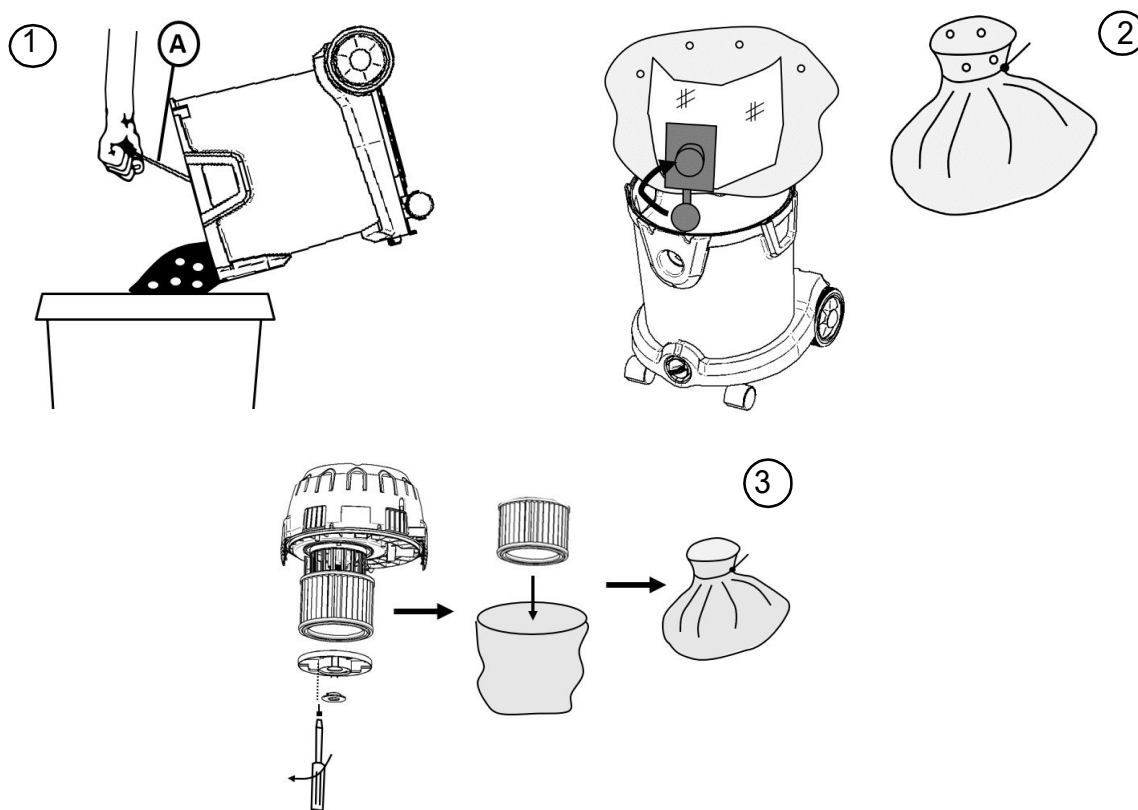

Abb. 7-2: Staubbehälter leeren
- ➔ Setzen Sie den Staubfilterbeutel ein. (Abb. 7-2, Pos. 1)
Für Geräte der Staubklasse H ist ein staubfreies entleeren erforderlich. Verwenden Sie hierfür den speziellen Sicherheitsstaubfilterbeutel (Abb. 7-2, Pos. 2). Befestigen Sie den Kunststoffteil des Staubfilterbeutels an der Halterung im Inneren des Tanks. Wickeln Sie den Plastikbeutel über den Rand des Tanks. Vergewissern Sie sich, dass sich die Druckausgleichsöffnungen im Inneren des Tanks befinden.
- ➔ Verschließen Sie den Einlass am Sicherheitsstaubfilterbeutel mit dem Deckel (Abb.7-2, Pos.2)
- ➔ Entfernen Sie die Schrauben der Filterscheibe mit einem Schraubendreher (Abb.7-2, Pos.3).
Bei Verwendung keines Staubfilterbeutels, kann der Staubsammelbehälter direkt ausgeleert werden.(Abb.7-2, Pos.1)